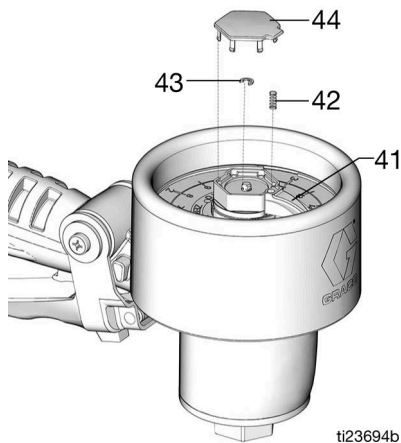

FIG. 25
6. Instale el anillo de retención pequeño (43), la clavija del puntero (41) y el muelle del puntero (42). A continuación, coloque la tapa (44) (FIG. 25).